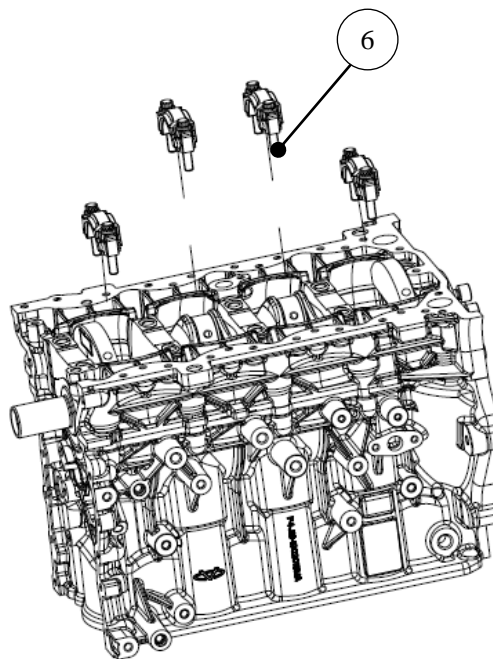

图 C-14 连杆盖的装配
- 5)、在曲轴各连杆颈表面涂抹一层发动机润滑油，装配连杆盖（连杆体、连杆盖已完成上、下连杆瓦的装配），见图 C-14，按照连杆螺栓拧紧要求拧紧连杆螺栓⑥，装配时保证连杆盖、连杆体无错位